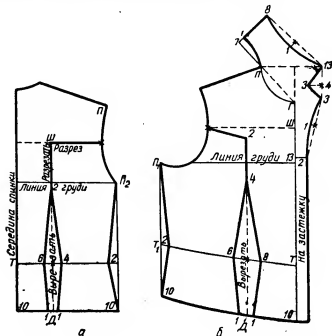

Рис. 270. Нанесение линий фасона жакета платья-костюма с цельнокроеным воротником:
**Спинка.** От линии талии (рис. 270, а) вниз проводят вертикальные линии по 10 см (длина жакета). Точки 10 соединяют под прямым углом. Линию проймы от точки П до точки П2 делят на две равные части и обозначают точкой деления. От точки деления влево проводят горизонтальную пунктирную линию до пересечения с линией середины спинки.
**Полочка.** От точки Т и Т1 (рис. 270, б) вниз проводят вертикальные линии по 10 см и соединяют точки 10 по линейке. Линию проймы делят на две равные части и обозначают точкой деления, от точки деления вправо проводят горизонтальную пунктирную линию и точку пересечения с серединой переда обозначают буквой Ш.